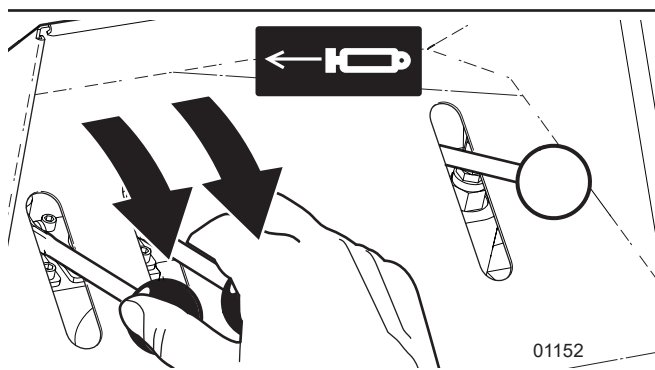

Figure 40—Poussez les deux manettes de contrôle du vérin de la fendeuse vers le bas
2. Simultanément, poussez les manettes de **déploiement du vérin de la fendeuse** et de **rentrée du vérin de la fendeuse** vers le bas (dans la soupape de détente; voir *Figure 40*) pour démarrer le **cycle automatique** :